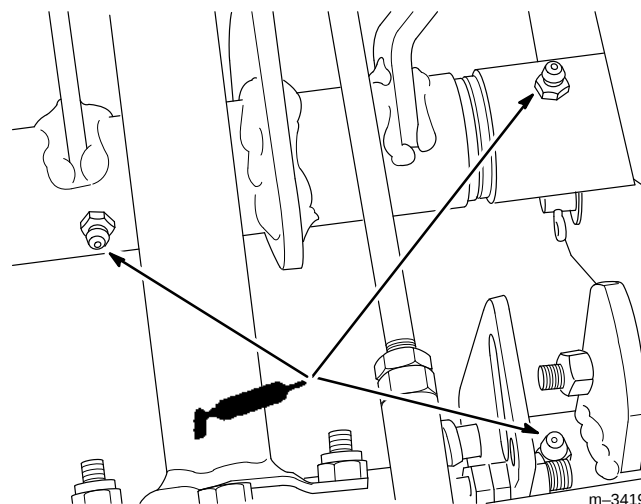

Abbildung 31
4. Die drei Schmiernippel schmieren (Abb. 31).